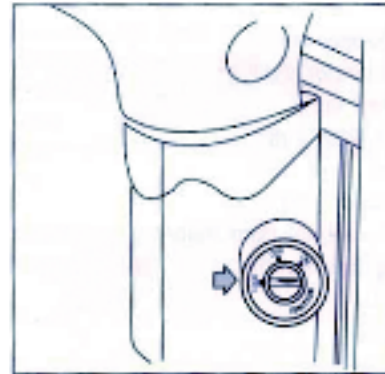

Fig. 14
**Bloccare il manubrio:** Girare prima il manubrio completamente a sinistra e poi girare la chiave in senso antiorario per bloccare la posizione. Estrarre la chiave dopo aver effettuato il bloccaggio (Fig.14).